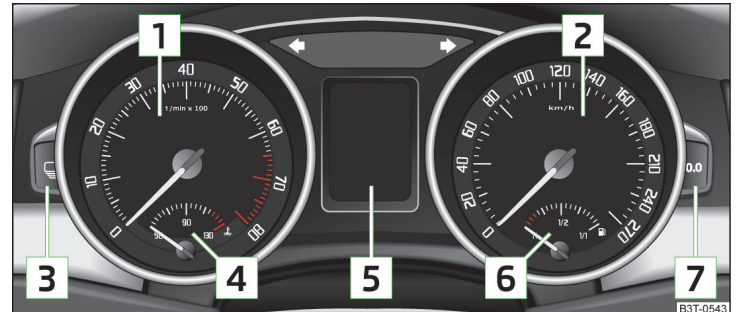

Abb. 20 Kombi-Instrument
Der rote Skalabereich des Drehzahlmessers **1** » **Abb. 20 auf Seite 28** kennzeichnet den Bereich, in dem das System beginnt, die Motordrehzahl zu begrenzen. Das System begrenzt die Motordrehzahl automatisch auf einen sicheren Grenzwert.
➤ Die Taste **[7]** » Abb. 20 auf Seite 28 länger drücken.
Die Uhrzeit wird mit den Tasten **[3]** und **[7]** eingestellt » Abb. 20 auf Seite 28.
- Die Taste **[3]** » Abb. 20 auf Seite 28 wiederholt drücken, bis die Anzeige des Gesamtkilometerzählers blinkt » Seite 30.